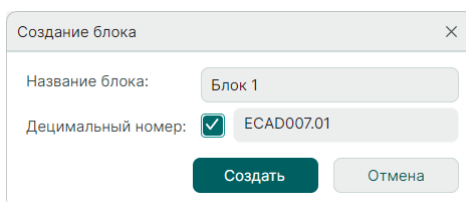

Рис. 244 Окно «Создание блока»
3. На экране отобразится окно «Создание блока», см. Рис. 244. В поле «Название блока» необходимо задать имя блока.